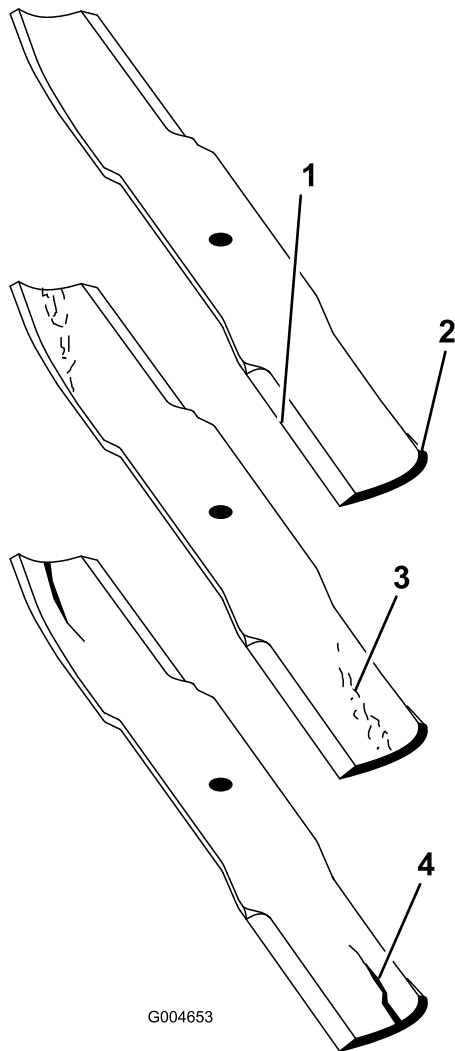

図 130
- ブレードの切っ先を注意深く観察、特に、直線部と曲線部が交わる部分をよく観察する 図 130。
する前によく点検することが必要である。磨耗が進んでいる場合 図 130 にはブレードを交換する。